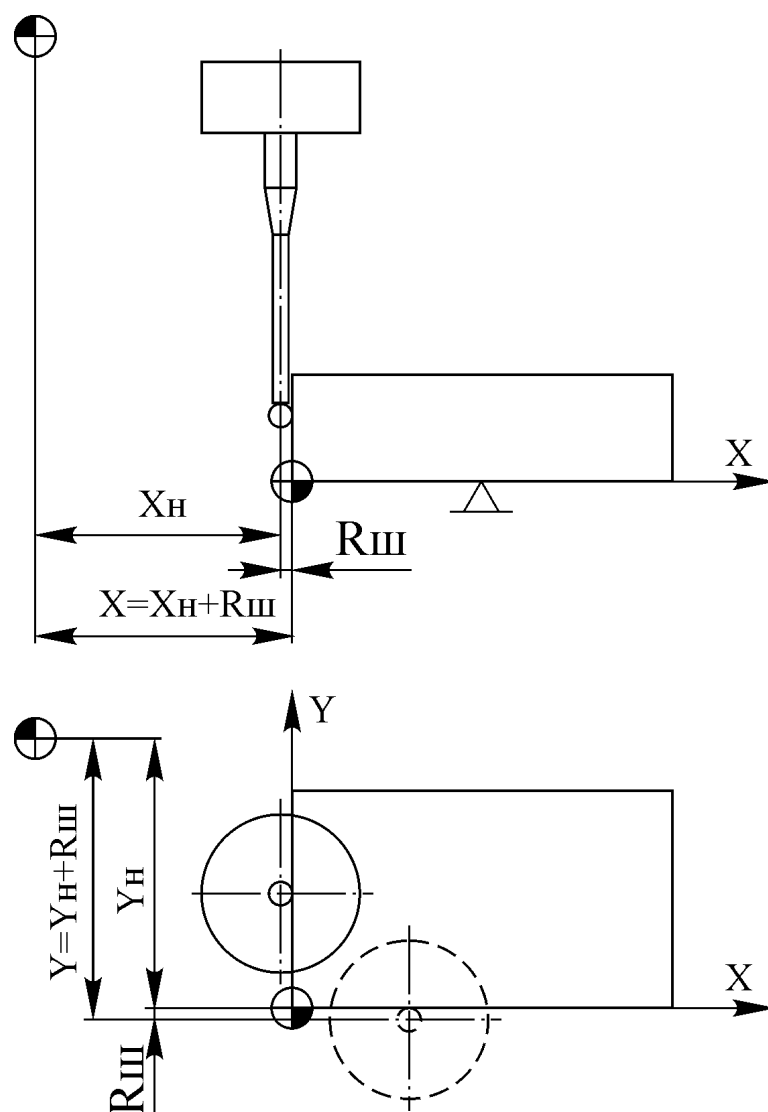

Рис. 4.1. Схема замера координат в плоскости XY
- подвести индикаторную головку к нулю детали и произвести замер координат согласно схеме представленной на рис.4.1;